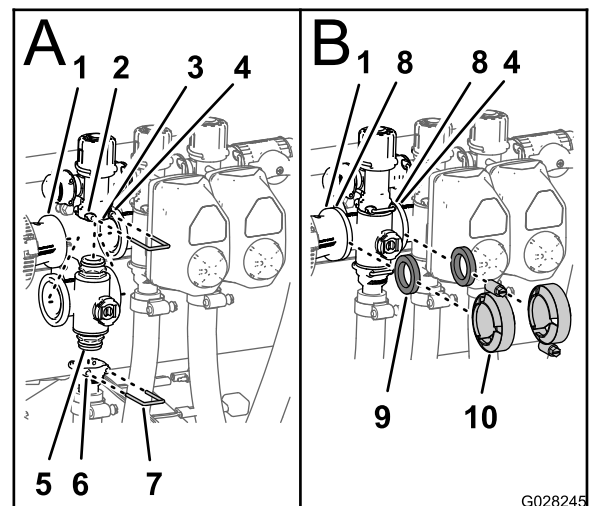

Figure 144
1. Insérez le raccord d'embout supérieur de la valve de collecteur dans le raccord de dérivation (Figure 144).
2. Fixez le raccord d'embout au raccord de dérivation en insérant un étrier de fixation dans la douille du raccord de dérivation (Figure 144).
3. Montez le raccord de sortie sur le raccord d'embout inférieur de la valve de collecteur (Figure 144).
4. Fixez le raccord d'embout au raccord de sortie en insérant un étrier de fixation dans la douille du raccord de sortie (Figure 144)
5. Placez un joint entre les brides de l'accouplement réducteur et du collecteur de vanne de section (Figure 144).
6. Montez l'accouplement réducteur, le joint et le collecteur de vanne de section avec un collier serré à la main (Figure 144).
7. Si vous montez les 2 vannes de section à l'extrême gauche, placez un joint entre les brides des 2 collecteurs de vanne de section adjacentes (Figure 144).
8. Montez les 2 collecteurs de vanne de section adjacentes et le joint avec un collier serré à la main (Figure 144).